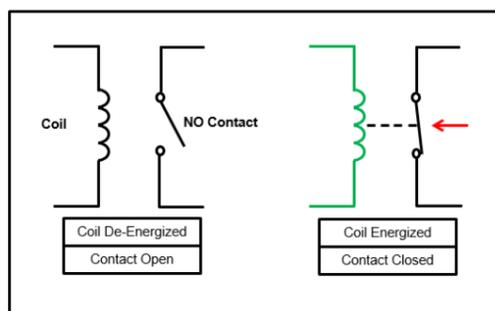

Figura 7. Contacto normalmente abierto
Si un rele esta cableado para un contacto normalmente abierto (NO) y el rele esta energizado, entonces el contacto cambiara de estado de abierto a cerrado como se muestra en la figura 7.